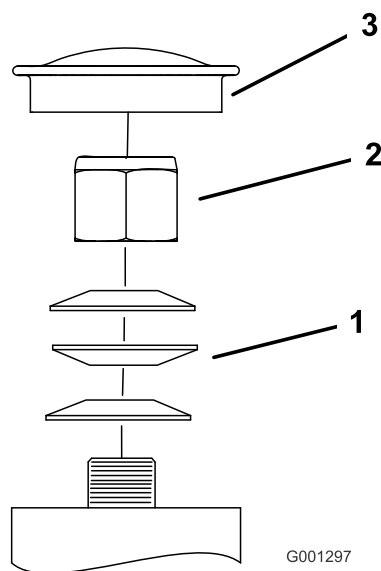

Figura 62
3. Retire el tapón guardapolvo de la rueda giratoria y apriete la contratuercas (Figura 62).
4. Apriete la contratuercas hasta que las arandelas de muelle estén planas, luego afloje 1/4 de vuelta para establecer la pre-carga correcta de los cojinetes (Figura 62).
Importante: Asegúrese de que las arandelas de muelle están correctamente instaladas, según se muestra en Figura 62.
5. Coloque el tapón guardapolvo (Figura 62).